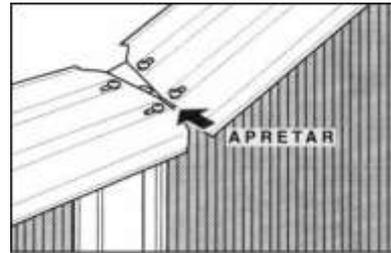

fig.31
d) Formar un círculo perfecto y apretar fuertemente la parte superior de la pared hacia dentro sobre cada una de las columnas, fig. 31, (esto ayuda a formar un círculo perfecto con la parte inferior de la pared).